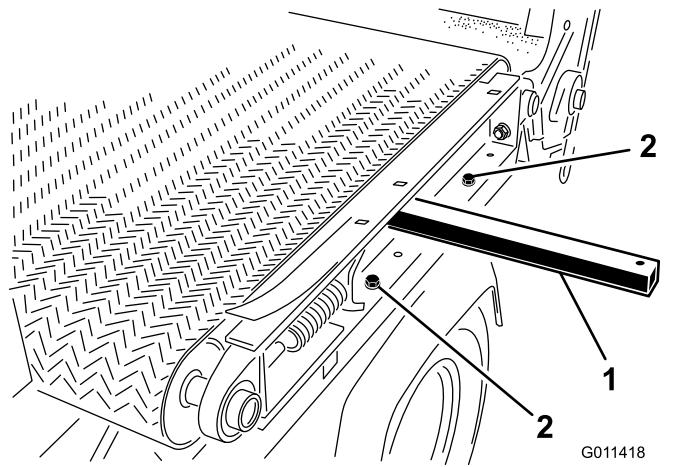

Figura 35
7. Rimuovete le 2 viti a testa cilindrica, le rondelle e i dadi sul lato sinistro della macchina, fissando il pianale scorrevole al telaio (Figura 35).
- A. Inserite una barra di sollevamento nel foro sul lato sinistro della macchina e alzate la barra di sollevamento per inclinare il pianale scorrevole (Figura 35).